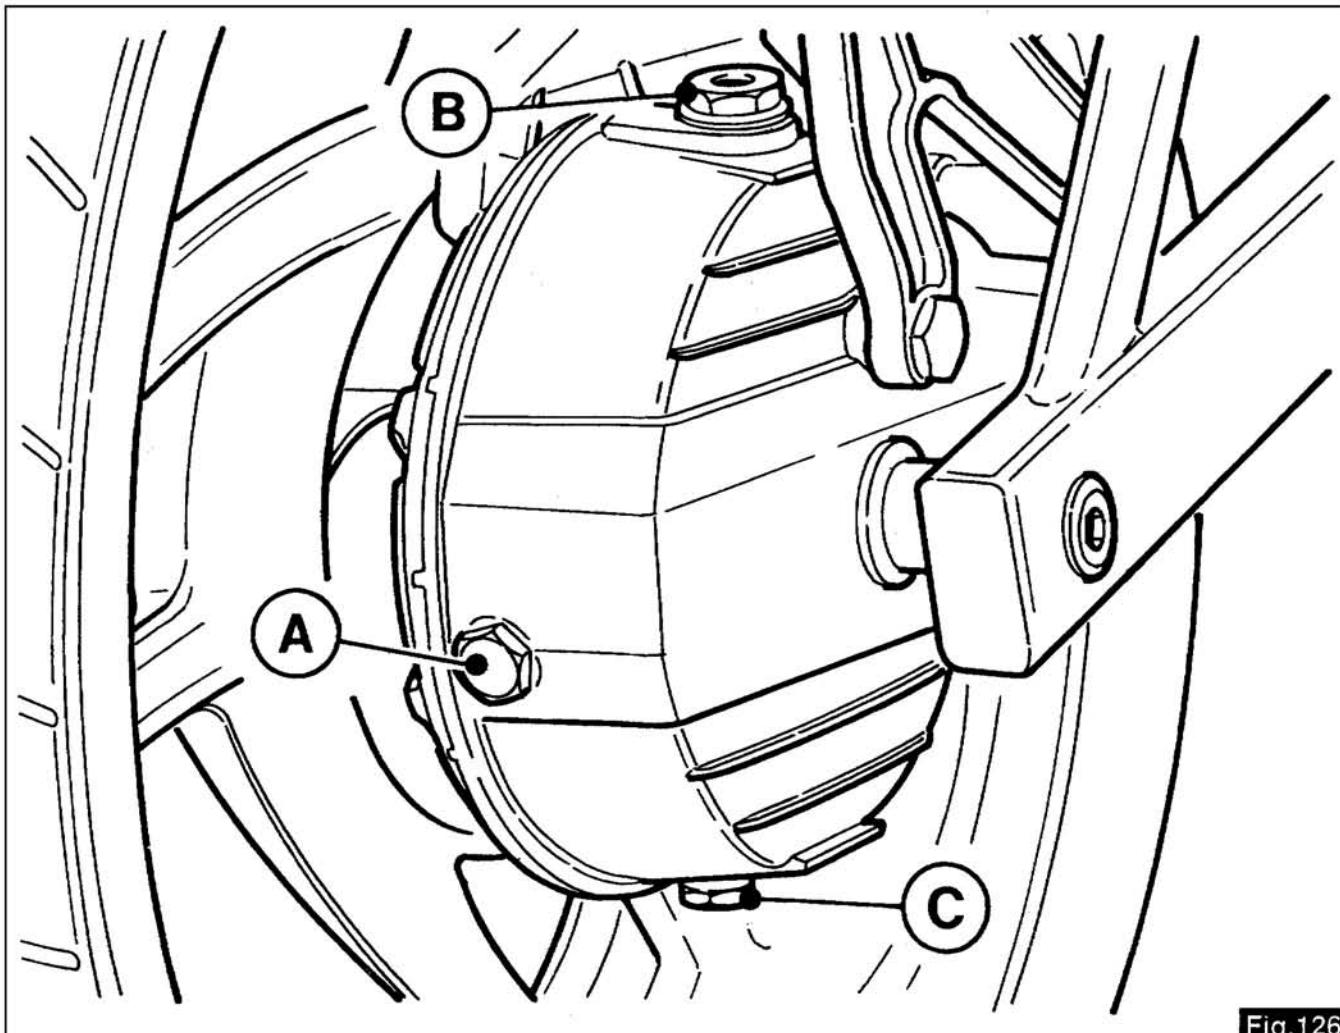

Fig.126
13.1 LUBRIFICATION DU CARTER TRANSMISSION ARRIERE (fig.126)
13.1 SCHMIERUNG GEHÄUSE HINTERADANTRIEB (Abb.126)